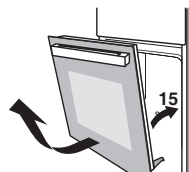

Figure 2
2. Fermer partiellement la porte d'un angle de 15° et tirer tout doucement la porte du four (Figure 2).